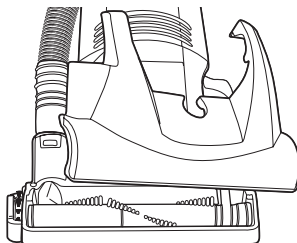

FIG. 23
Step 3: Lift hood to remove (FIG. 23).
Paso 3: Levante la tapa para quitarla (FIG. 23).